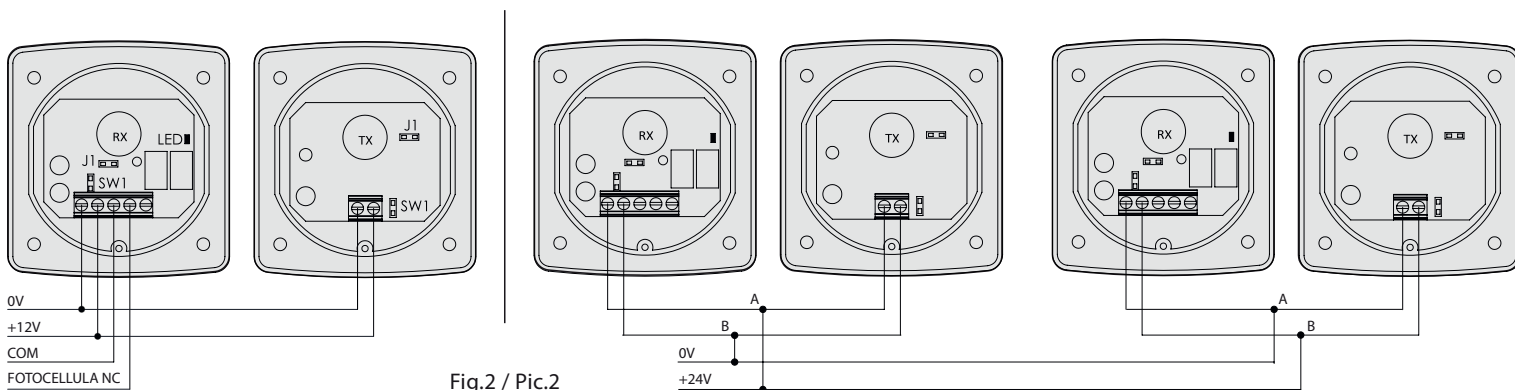

Fig.2 / Pic.2
2. Effettuare i collegamenti come in Fig.2 (TX) - (RX). Fissare le fotocellule in posizione frontale, allineate sullo stesso asse e alla stessa altezza (min. 25 cm).
2. Pour effectuer les branchements voyez la Fig.2 (TX) - (RX). Fixez les deux cellules en position frontale, en les alignant sur le même axe et à la même hauteur (min. 25 cm).
2. Efectuar las conexiones de la manera ilustrada en Fig.2 (TX) - (RX). Fijar las fotocélulas en posición frontal, alineados en el mismo eje y a la misma altura (min. 25cm).